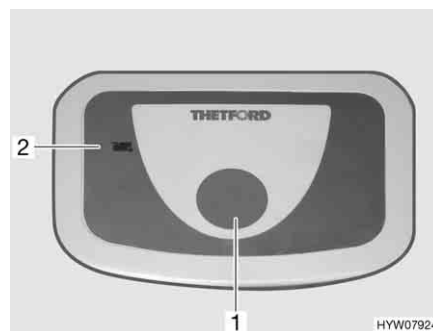

Fig. 118 Pulsante dello sciacquone/spia di controllo toilette Thetford
- Per sciacquare premere il pulsante blu (Fig. 118,1).
La spia di controllo (Fig. 118,2) si accende quando il serbatoio fecale deve essere svuotato.